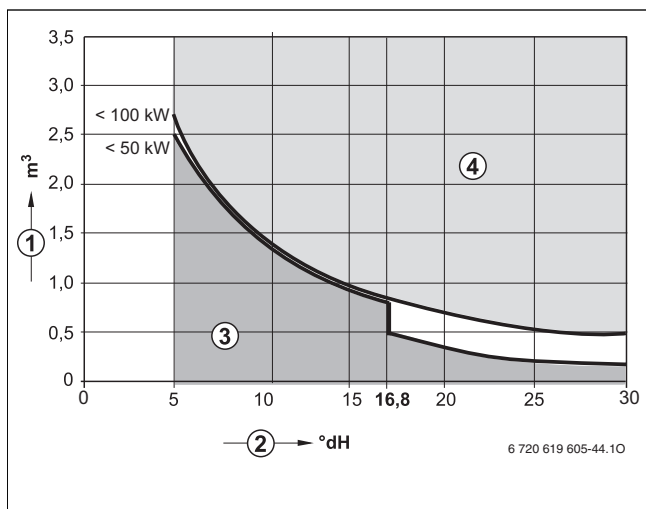

Fig. 25 Requisiti dell'acqua di riempimento per caldaie singole fino a 100 kW
- Utilizzare esclusivamente acqua di rubinetto non trattata (osservare il diagramma in fig. 25).
Per il controllo delle quantità di acqua ammesse in funzione della qualità dell'acqua di reintegro è necessario il diagramma della fig. 25.
- Se la quantità di acqua di riempimento effettivamente necessaria è maggiore del volume di acqua durante il ciclo di vita utile (→ fig. 25), allora è necessario trattare l'acqua. A tal fine, potranno essere utilizzati solo prodotti chimici, prodotti per il trattamento dell'acqua e simili consentiti da Buderus.